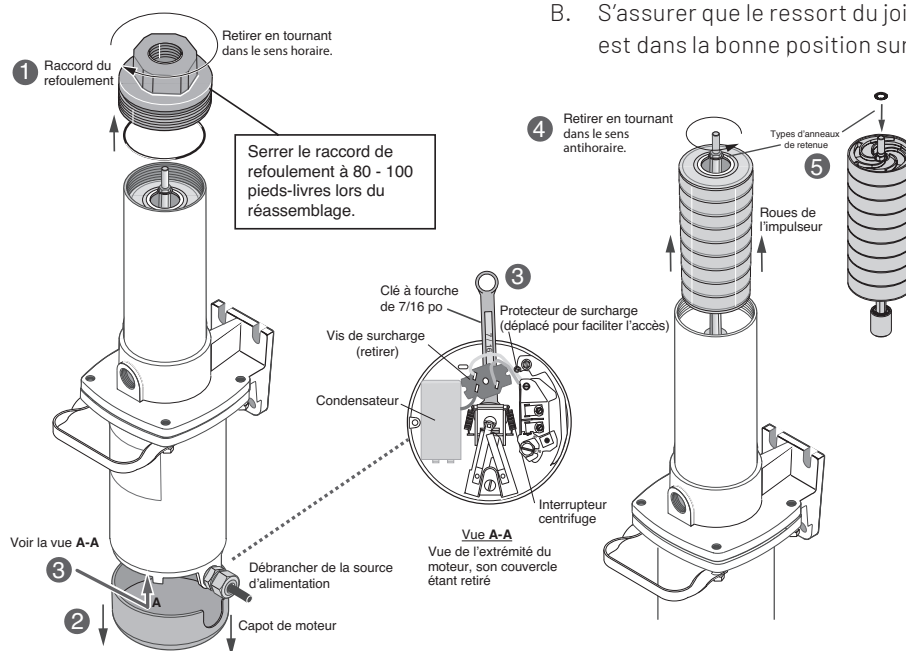

Figure 8 – Remplacement des roues de l'impulseur
1. Débrancher la pompe des tuyaux, puis monter la pompe à la verticale dans un étau (dans la mesure du possible) en orientant son moteur vers le bas. Voir Figure 8. Serrer le moteur au centre. Il est souhaitable d'envelopper le moteur avec un chiffon afin de protéger sa surface extérieure.
Procéder tout d'abord aux étapes 1 à 5 de la section « Remplacement des roues de l'impulseur ». Voir Figure 8.